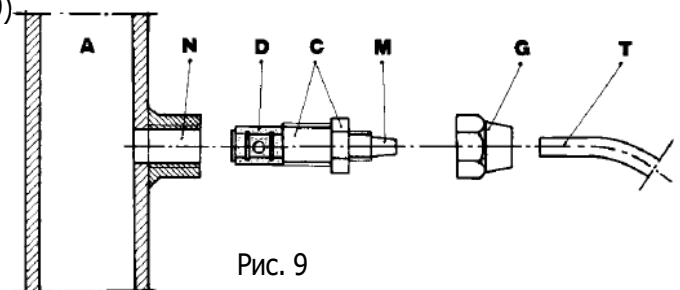

Рис. 9
g. - Виберіть найбільш підходяще місце для врізки в систему і встановіть в ньому коннектор (або трійник) з внутрішнім різьбленням 3/8 "(BSPm). Даний коннектор (або трійник) не входить в комплект поставки насоса. Вкрутіть в цей коннектор клапан впрыску реагенту, як показано на рис. 9. Потім підключіть шланг скидання до клапану впрыску і закрутіть гайку G. у даній ситуації клапан впрыску реагенту також виконує функцію безповоротного клапана (за допомогою циліндричної муфти, встановленої на клапані впрыску, виконаної з еластомеру Viton, що входить в стандартний варіант поставки насоса).
### 3.1. СХЕМА ВСТАНОВЛЕННЯ КЛАПАНА ВПРЫСКУ (Рис.9)